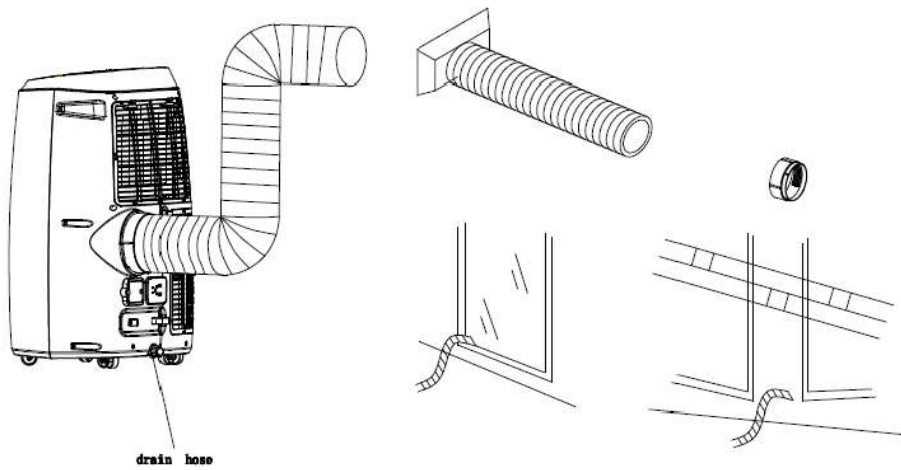

Fig. 8
- Un aparat de aer condiționat mobil trebuie instalat pe o suprafață plană. Nu blocați orificiul de evacuare a aerului, iar distanța necesară în jurul aparatului trebuie să fie de cel puțin 30 cm. (Vezi Fig.8)